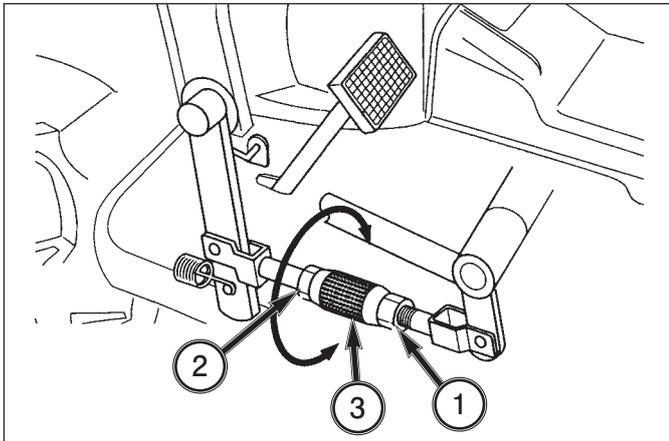

FIG. 6-31
FIG. 6-31: Pour régler la garde de la pédale d'embrayage, desserrez l'écrou de blocage, 1 (filet droit) et l'écrou de blocage, 2 (filet gauche). Tournez le manchon de serrage (3) de la tringle pour obtenir la garde correcte. L'allongement de la tringle augmente la garde, son raccourcissement la réduit.